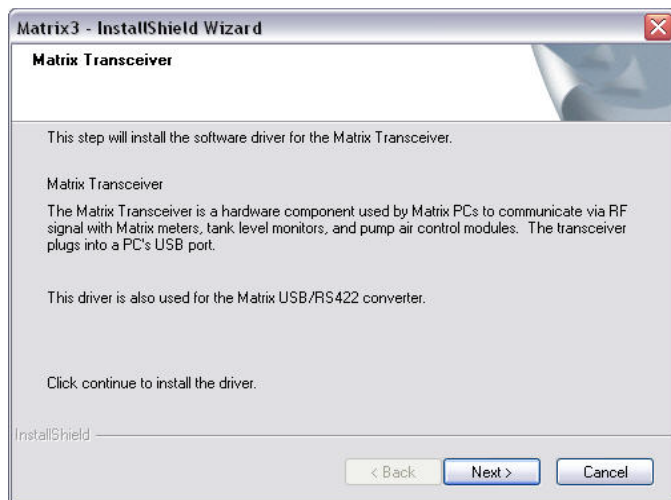

图 20
13. 系统对 Matrix 数据库进行配置。显示（图 20）中所示的 Matrix 收发器屏幕时，选择“下一步”开始收发器驱动程序的安装。